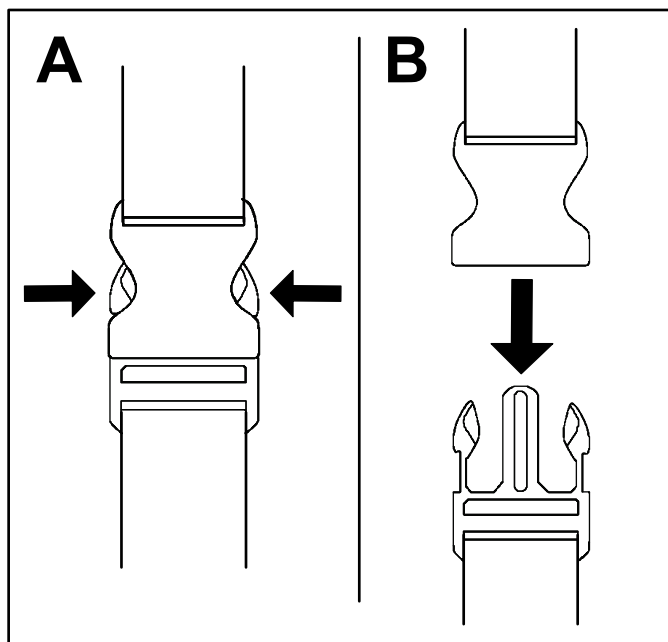

Figura 10
1. Presione hacia dentro los lados de la hebilla (Figura 10, A).
2. Deje que se desconecte la hebilla (Figura 10, B).